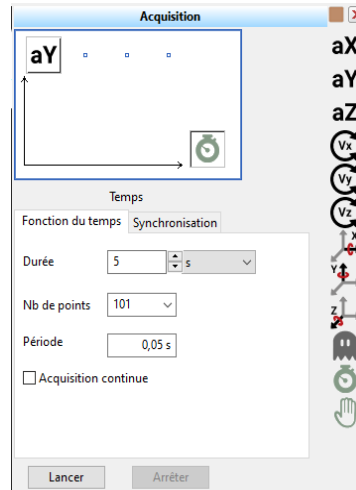

Figure 9 : Paramétrage du temps
- Définir les paramètres du temps en cliquant sur l'icône . Pour cette acquisition, on prend une durée de 5s et 101 points (figure 9).